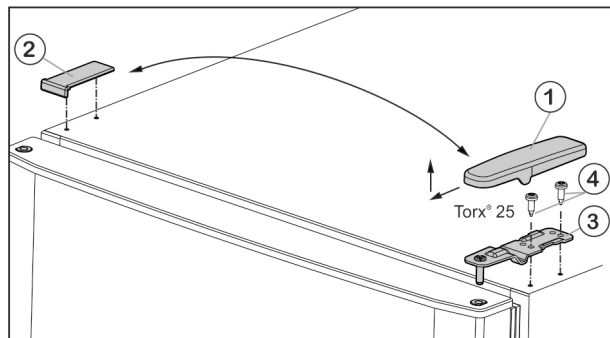
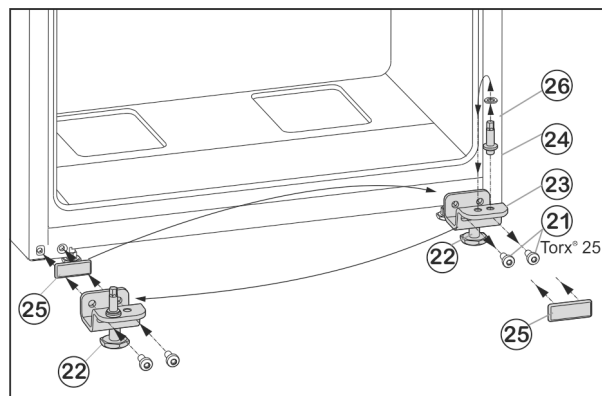

Fig. 5
Fig. 7
- ▶ Afdekking Fig. 5 (1) naar voren en boven wegtrekken.
- ▶ Afdekking Fig. 5 (2) eraf nemen.
- ▶ Bovenste lagerbus Fig. 5 (3) losschroeven (2 maal Torx® 25) Fig. 5 (4) en naar boven eraf trekken.
- ▶ Bevestigingsbouten Fig. 7 (21) losschroeven.
- ▶ Lagerbok onder Fig. 7 (23) volledig met lagerbouten Fig. 7 (24), schijf Fig. 7 (26) en stelvoet Fig. 7 (22), verwijderen.
- ▶ Lagerbouten Fig. 7 (24) volledig met schijf Fig. 7 (26) losschroeven, terugplaatsen in het tegenoverliggende opnamegat van het lagerbok en weer vastschroeven.
- ▶ Afdekplaat Fig. 7 (25) voorzichtig verwijderen en terugplaatsen op de andere zijde.
- ▶ Lagerbok onder Fig. 7 (23) volledig met lagerbouten Fig. 7 (24), schijf Fig. 7 (26) en stelvoet Fig. 7 (22) weer op de nieuwe scharnierzijde evt. met behulp van een accuboormachine **vastschroeven (met 4 Nm)**.
- ▶ Onderste deur van bovenaf op scharnierpen Fig. 7 (24) plaatsen.
- ▶ Middelste scharnierblok (13) 180° gedraaid in de onderste deur plaatsen en met bevestigingsbouten (11) (2 maal Torx® 25) op de nieuwe scharnierkant **stevig (met 4 Nm)** aandraaien.
- ▶ Kunststof ring (10) weer aanbrengen.
- ▶ Bovenste deur op het middelste scharnierblok (13) plaatsen.
- ▶ Plaats de bovenste lagerbus Fig. 5 (3) aan de nieuwe scharnierkant in de deur.
- ▶ Bovenste lagerbok **vastschroeven (met 4 Nm)** (2 keer Torx® 25) Fig. 5 (4). Eventueel een accuboormachine gebruiken.
- ▶ Afdekking Fig. 5 (1) aan de andere kant buiten plaatsen en vastklikken.
- ▶ Afdekking Fig. 5 (2) steeds aan de andere kant van bovenaf plaatsen en vastklikken.
- ▶ Stelpoot Fig. 7 (22) van onderste scharnierblok Fig. 7 (23) eruit draaien, tot deze de vloer raakt.